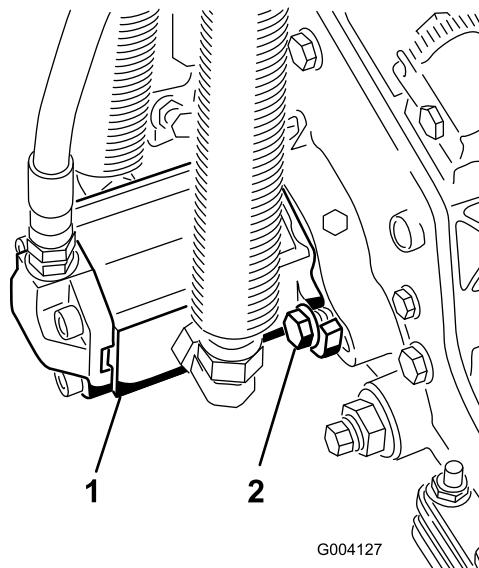

図 14
16. モータを手に持ち、右回りにひねってモータのフランジをボルトから逃がしながら、キャップスクリュにモータをセットする(図 14)。モータを左回りにひねって、ボルトに